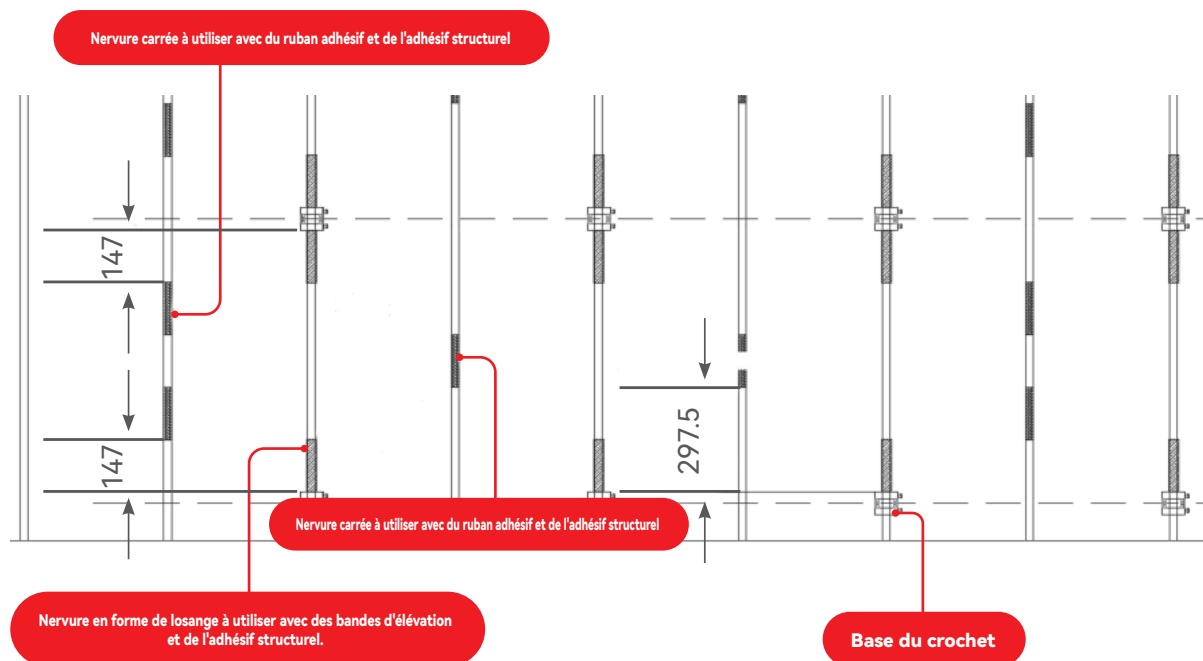

FIGURE 7
- ③ Installer des bandes adhésives et des bandes de serrage, de l'adhésif structural, en utilisant du ruban + de l'adhésif sur la nervure carrée pour coller l'arrière du produit, la largeur du ruban est de 6mm, la hauteur est de 5mm, la surface de l'adhésif doit être plus élevée que la surface du ruban pour s'assurer que l'arrière du produit peut être entièrement en contact avec l'adhésif (Figure 5), la longueur totale est de 150mm, voir (Figure 7) pour les détails de l'arrangement ;
- ④ Utiliser des bandes d'élévation sur la nervure en diamant (figure 6), avec une extrémité des bandes pressée contre le côté du crochet, chaque bande étant positionnée comme indiqué (figure 7) ;